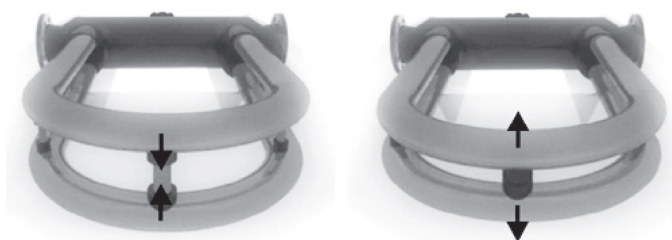
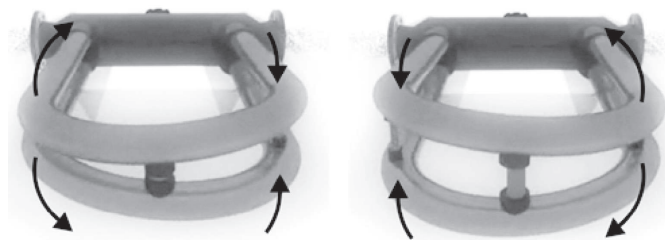

Рисунок 2. Направление сил, действующих на расходомерные трубки в разные моменты времени без потока
Рисунок 3. Направление сил, действующих на расходомерные трубки в разные моменты времени при движении измеряемой среды
ные потоки, протекающие через каждую из расходомерных трубок, защищенных внешним кожухом (4). Движение задающей катушки (6) приводит к тому, что трубки колеблются в противоположном направлении относительно друг друга. Электромагнитные катушки с магнитами, называемые детекторами (5), установлены на расходомерных трубках. При движении измеряемой среды через измерительную камеру наблюдается эффект Кориолиса (рис. 3). Поступательное движение среды в колеблющейся расходомерной трубке приводит к возникновению кориолисового ускорения, которое, в свою очередь, приводит к появлению кориолисовой силы. Задающая катушка придает силе Кориолиса направление против движения трубки. Когда трубка движется вверх во время половины ее собственного цикла, то для жидкости, поступающей внутрь, сила Кориолиса направлена вниз. Как только жидкость проходит изгиб трубки, направление силы меняется на противоположное. Таким образом, во входной половине трубки сила, действующая со стороны жидкости, препятствует смещению трубки, а в выходной способствует. Это приводит к закручиванию трубки. Когда трубка движется вниз во время второй половины цикла колебания, она закручивается в противоположную сторону. Сила Кориолиса и величина изгиба расходомерной трубки прямо пропорциональны массовому расходу жидкости. Детекторы измеряют фазовый сдвиг при движении противоположных сторон расходомерных трубок, в результате чего на детекторах генерируются сигналы, не совпадающие по фазе. Временная разница прямо пропорциональна массовому расходу. Следует учесть, что при этом амплитуда колебания трубок очень мала и их можно считать неподвижными, следовательно, трубки не подвержены износу. При отсутствии потока закручивания трубы не происходит (рис. 2) и между сигналами нет временной разности.